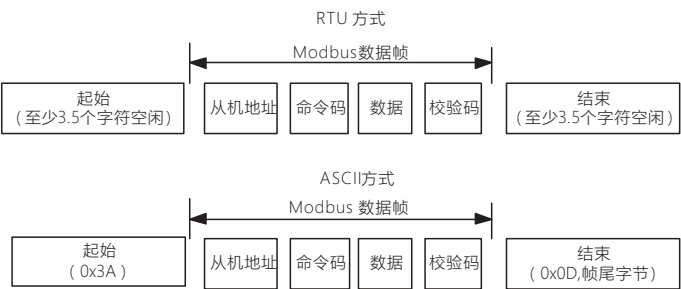

图3-4-1 Modbus协议格式
- Modbus协议同时支持RTU方式和ASCII方式，对应的帧格式如图3-4-1所示。